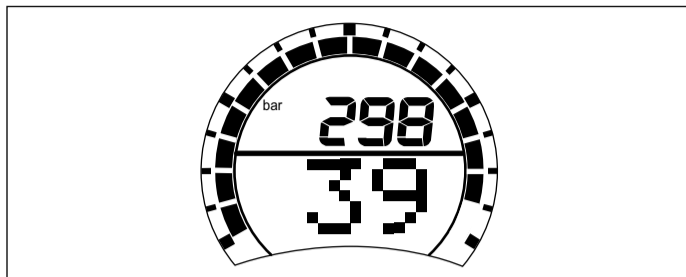

Fig. 3 Écran de fonctionnement normal
- La pression de la bouteille et le TTW sont indiqués numériquement sur l'écran de fonctionnement normal (Fig. 3). La pression approximative de la bouteille est également indiquée par les segments radiaux sur l'écran.
- L'écran de fonctionnement normal (Fig. 3) s'affiche sur l'interface utilisateur.